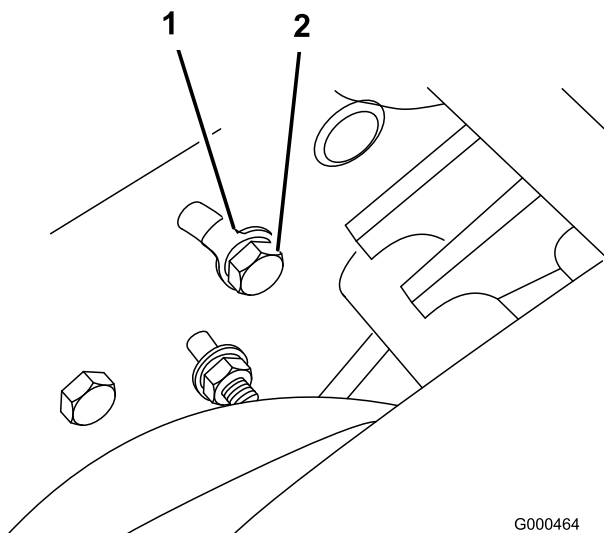

**Figure 43**
- B. À l'aide d'une clé dynamométrique de 3/8 pouce, tournez la patte de montage de la poulie de tension avec un couple de 4–4,5 Nm pour obtenir la tension voulue (Figure 43). Tout en maintenant le réglage de la clé dynamométrique, serrez le boulon de fixation de la patte de montage de la poulie de tension (la rondelle à languette évite que la courroie ne glisse). Ne tendez pas la courroie excessivement.